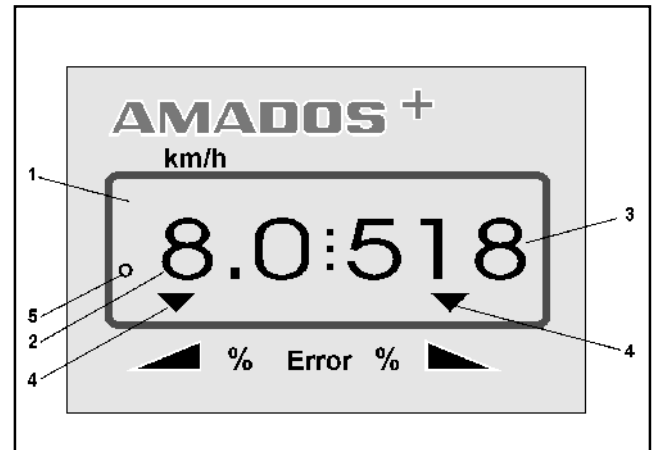

Fig. 1
**AMADOS+** ist mit einem 6-stelligen Display (Fig. 1/1) ausgestattet. In Arbeitsstellung der Maschine zeigt das Display
- die momentane Fahrgeschwindigkeit (Fig. 1/2) in [km/h],
- die momentane Streumenge (Fig. 1/3) in [kg/ha] und
- Funktions-Kontrollelemente (Fig. 1/4) wie z.B. linker und rechter Schieber geöffnet.
Am linken Displayrand ist zusätzlich ein Kreis vorhanden. Der Kreis (Fig. 1/5) muss während der Fahrt blinken und besagt, dass der Sensor zur Flächen- und Wegstrecken-Erfassung Impulse an den **AMADOS+** übermittelt.